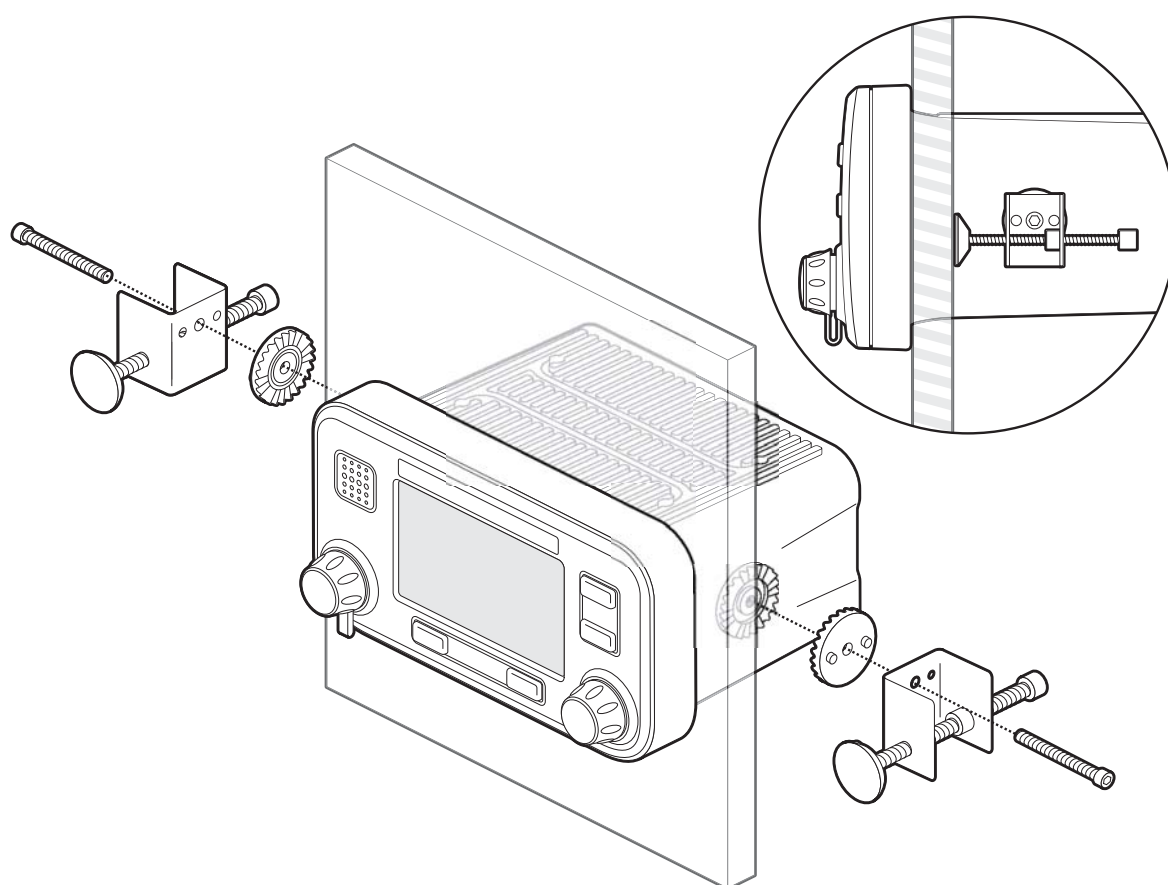

Abbildung 34 Panelmontage des AIS-Transponders
- Der Transponder wird mit Panel-Montageklemmen für die bündige Montage in einer Instrumententafel geliefert. Weitere Informationen hierzu finden Sie in Abbildung 34. Bei Verwendung dieser Montageoption ist der Zugang hinter das Panel erforderlich.